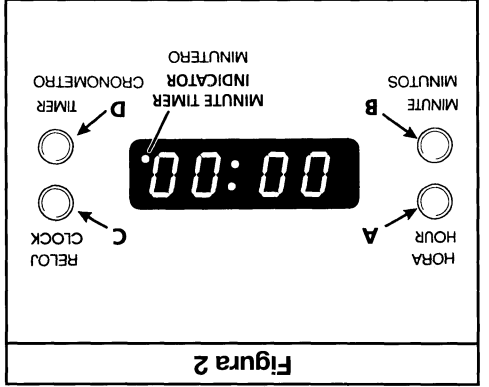

Figura 2
- Para poner el reloj en hora (Figura 2)**
- Para activar el cronómetro (Figura 2)**